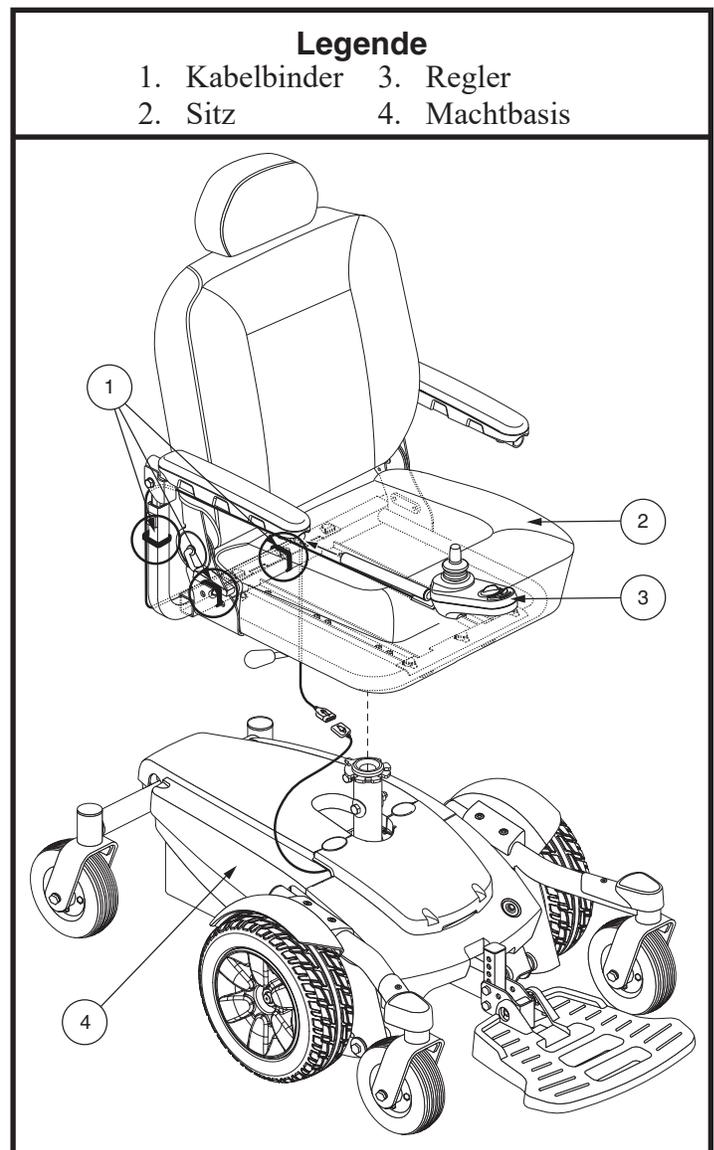

Bild 9. Sitz- und Controller-Baugruppe
2. Bringen Sie die Steuerung an einer der Armlehnen an. Ziehen Sie die Feststellschraube mit dem mitgelieferten Inbusschlüssel fest. **Siehe Bild 9.**
3. Heben Sie die Armlehne senkrecht an. Das Steuerungskabel dann wie in **Bild 9** gezeigt führen und mit Kabelbindern sichern.